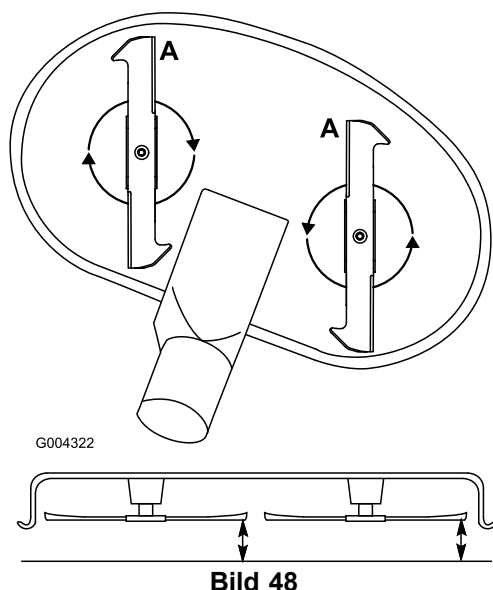

Bild 48
1. Drehen Sie die Schnittmesser, bis die Enden nach vorne und hinten gerichtet sind (Bild 48). Messen Sie von einer ebenen Fläche bis zu den Schnittkante (Position A) der Messer (Bild 48). Notieren Sie diesen Wert.